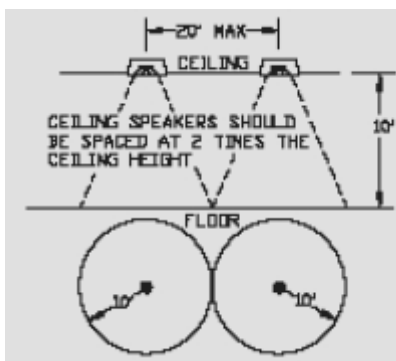

Рис. 1
A. ST-C8 потолочные модели громкоговорителей должны устанавливаться на расстоянии, равном двойной высоте потолков. Благодаря коническому распространению звука, потолочные громкоговорители имеют тем большую площадь покрытия, чем выше они установлены. См. рис. 1 и 2.